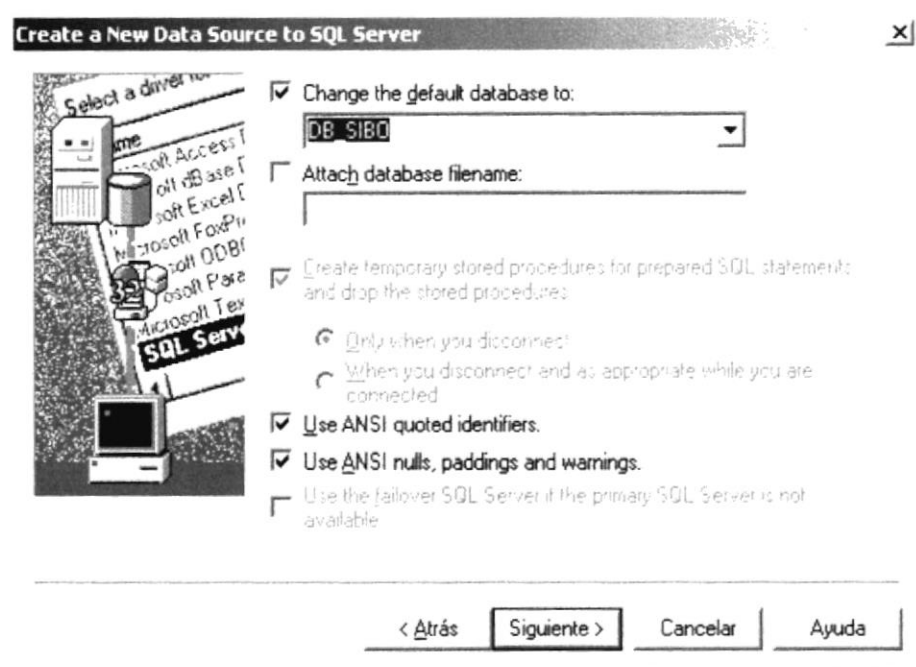

Figura 2.5 Base de Datos Predeterminada
7. Hacer clic en siguiente y seleccionar la base de datos DB_SIBO como predeterminada, tal como se muestra en la Figura 2.5